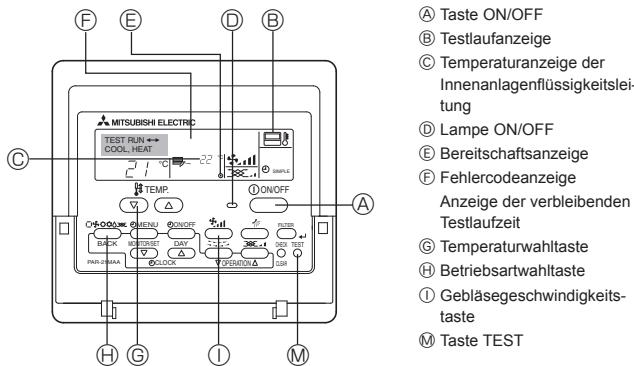

Fig. 9-2
9.2.2. Verdrahtete Fernbedienung (Fig. 9-2)
- ① Den Strom mindestens 12 Stunden vor dem Testlauf einschalten.
- ② Die [TEST]-Taste zweimal drücken. → "TEST RUN"-Flüssigkristallanzeige (LCD)
- ③ Taste [Mode selection] (Wahl der Betriebsart) drücken. → Vergewissern, daß Luft ausgeblasen wird.
- ④ Taste [Mode selection] (Wahl der Betriebsart) drücken und die Betriebsart Kühlen (oder Heizen) einschalten. → Vergewissern, daß kalte (oder warme) Luft ausgeblasen wird.
- ⑤ Die Taste [Fan speed] (Luftgeschwindigkeit) drücken. → Vergewissern, daß die Luftgeschwindigkeit eingeschaltet ist.
- ⑥ Den Betrieb des Gebläses der Außenanlage überprüfen.
- ⑦ Durch Drücken der Taste [ON/OFF] den Testlauf freigeben. → Stopp
- ⑧ Speichern Sie eine Telefonnummer ein.